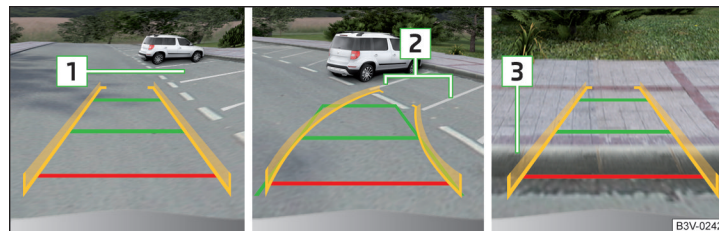

Fig. 185 Indicatoarele de pe afișaj
- Treceți încet pe lângă spațiul de parcare ales **1** » fig. 185 și opriți autovehiculul.